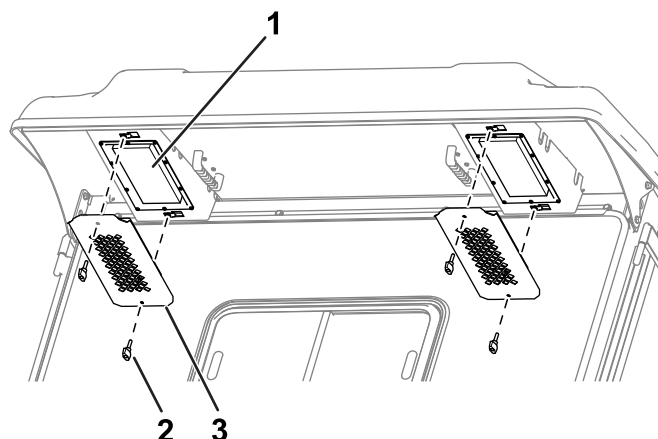

Рисунок 85
1. Снимите ручки и решетки с задней выступающей части кабины (Рисунок 85).
4. Установите фильтр в кабину с помощью ручек и решеток (Рисунок 85).